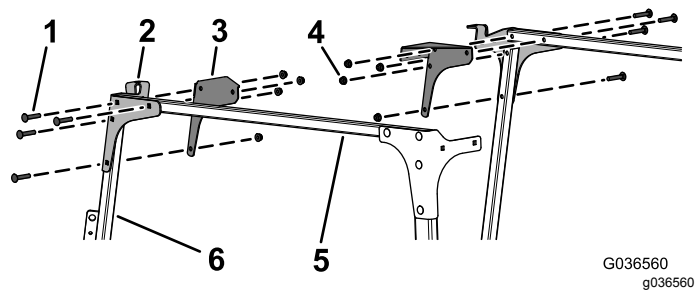

Рисунок 9
8. Установите, не затягивая, левую и правую передние пластины и угловые вставки на поперечные трубки, а также на левую и правую опоры ветрового стекла, используя 8 каретных болтов (5/16 x 1 3/4 дюйма) и 8 фланцевых гаек (5/16 дюйма), как показано на Рисунок 9.